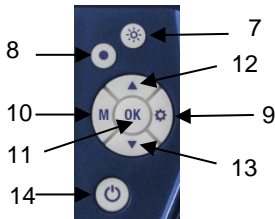

Abb. 2: Tastenfeld
- Drücken Sie die Beleuchtungstaste (Abb. 2, Teil 8), um die LEDs am Kamerakopf ein-/auszuschalten. Durch mehrmaliges Drücken lassen sich die LEDs in drei Stufen heller stellen.